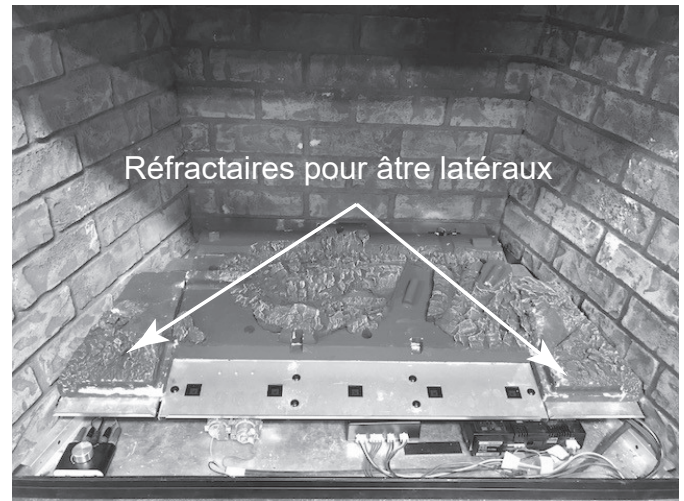

Figure 11.12
- Placez les éléments réfractaires latéraux gauche et droit sur les supports latéraux, comme il est indiqué. Placez les réfractaires sur le côté de l'âtre comme il est indiqué. Voir la figure 11.12.